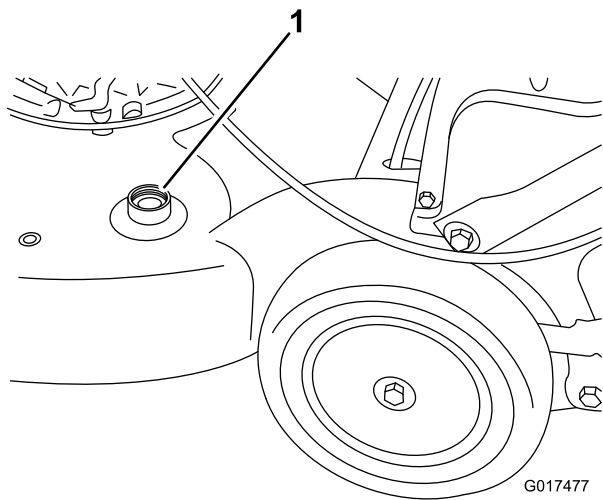

Figure 41
3. Branchez un tuyau d'arrosage, relié à une arrivée d'eau, au raccord de lavage du carter de la machine (Figure 41).